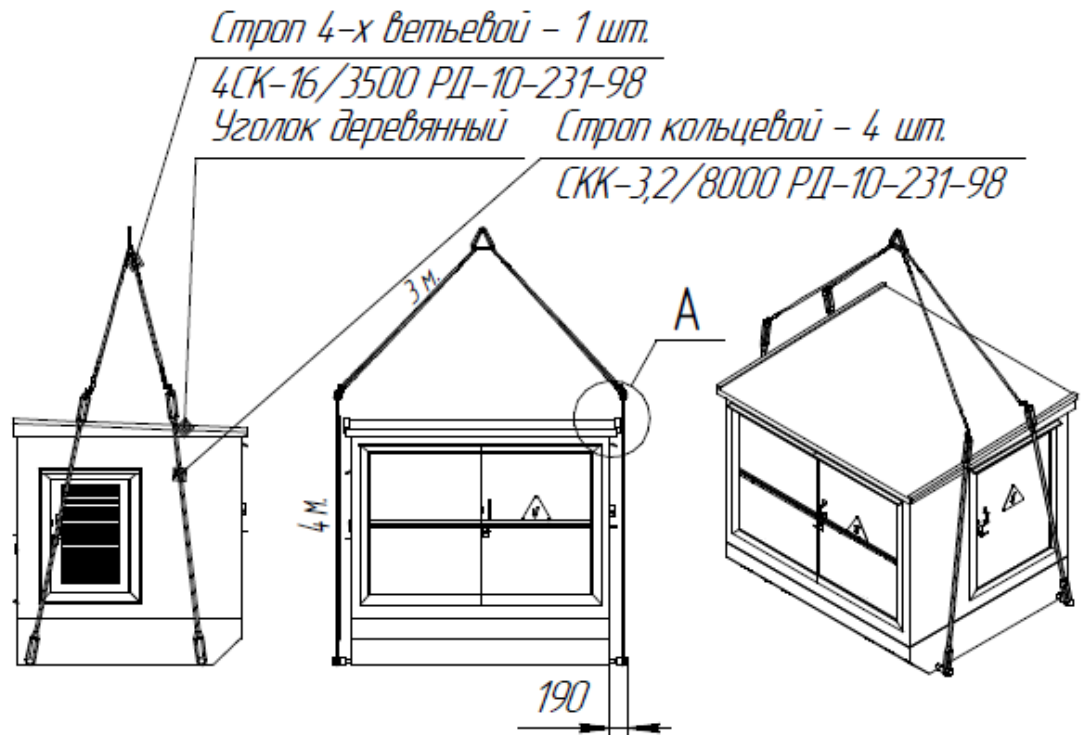

Рисунок 1 Схема строповки подстанции без траверсы
4.1 Произвести строповку подстанции согласно **Приложению 1** (рисунок 1 и рисунок 2) Выполнить монтаж бетонного блока подстанций на фундаментную плиту. При необходимости выровнять блок с помощью металлических пластин по всему периметру примыкания днища бетонного блока подстанции к фундаментной плите. **Отклонение от вертикали должно быть не более угла в 50'.**